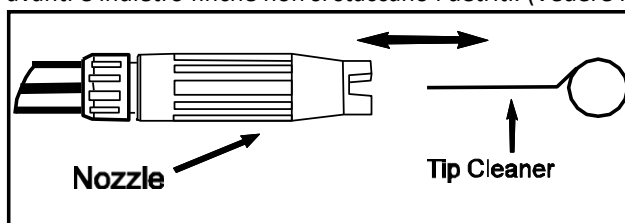

Figura 5 - Inserire il detergente per punte nel foro dell'ugello e muoverlo avanti e indietro fino a rimuovere i detriti.
- Utilizzando il detergente per punte in dotazione o una graffetta non piegata, inserire il filo nel foro dell'ugello e muoverlo avanti e indietro finché non si staccano i detriti. (Vedere Figura 5).